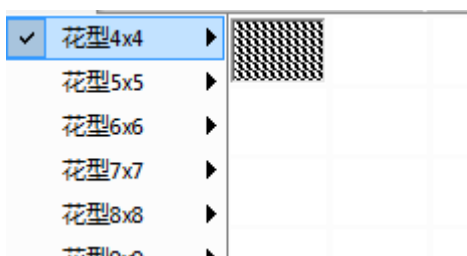

图 5.5 选择一个模板及模板的样式
**③模板花样填充:** 选择绘图设置栏中的模板填充图标 ，在下拉菜单中选择一个模板（如果没有模板可以进行编辑，参考“6.5、花样编辑”相关内容），如图 5.5 所示。选择此种形式时，被填充的区域将被填充为所选模板的花样，如图 5.5 所示。相关操作与普通填充一致。